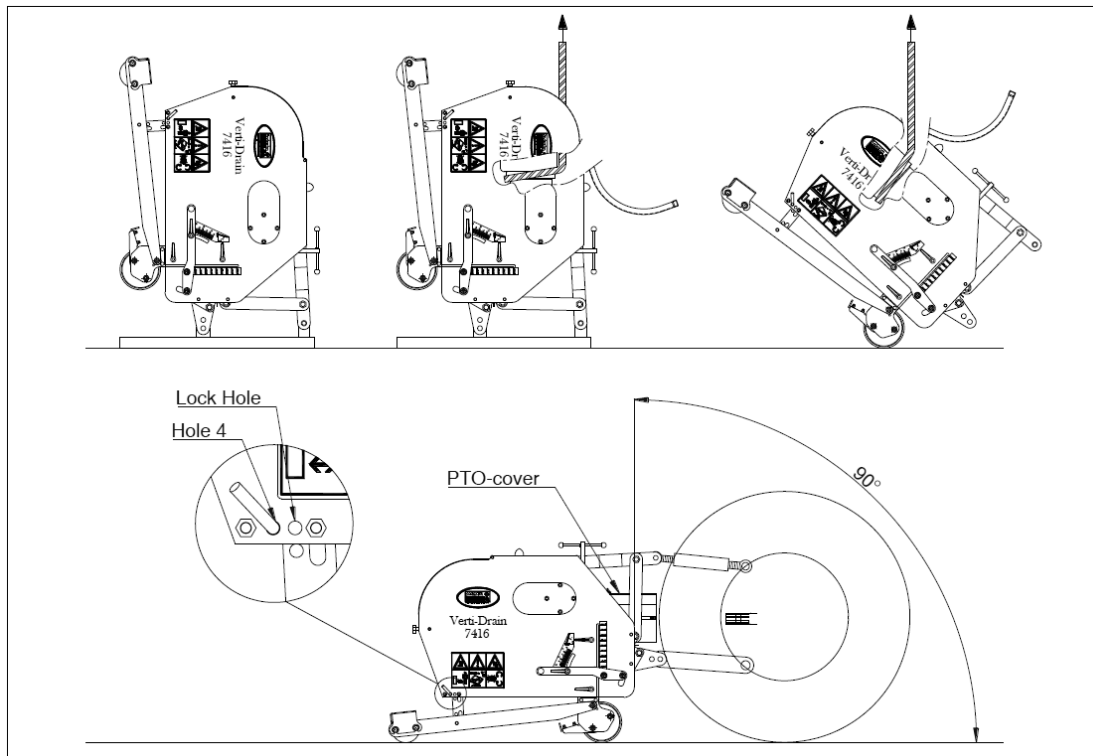

Fig. 1
Die Maschine steht senkrecht auf der Palette. Gehen Sie folgendermaßen vor, um die Palette zu entfernen und die Maschine waagrecht auf den Boden zu stellen (siehe Abb. 1):
- @ Bei der Einstellung auf 90 Grad dringen die Stifte nur dann senkrecht in den Boden ein, wenn die Maschine korrekt installiert ist siehe Abb. 1. Ist sie nicht korrekt installiert, kann eine Kraft F , siehe Abb. 5, entstehen, wodurch die Maschine beschädigt wird.
- @ Wenn das VERTI-DRAIN nicht korrekt hinter dem Schlepper montiert ist, siehe Abb. 1. können unterschiedliche Zapfwellenwinkel Schwingungen in der Antriebslinie der Maschine verursachen. Diese Schwingungen können die Maschine und die Löcher im Boden beschädigen.